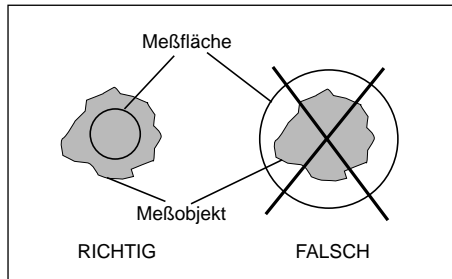

Abbildung 3-3. Meßobjekt und Sichtfeld
2. Die gesamte Meßfläche des Thermometers muß durch das Meßobjekt ausgefüllt werden wie in Abbildung 3-3 dargestellt. Die Abbildungen 3-4 bis 3-9 zeigen Meßfläche und Entfernung für die verschiedenen Thermometer-Modelle.